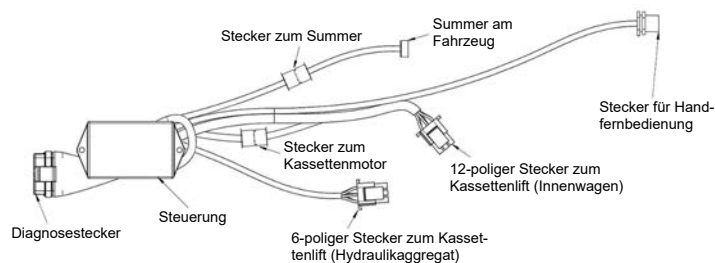
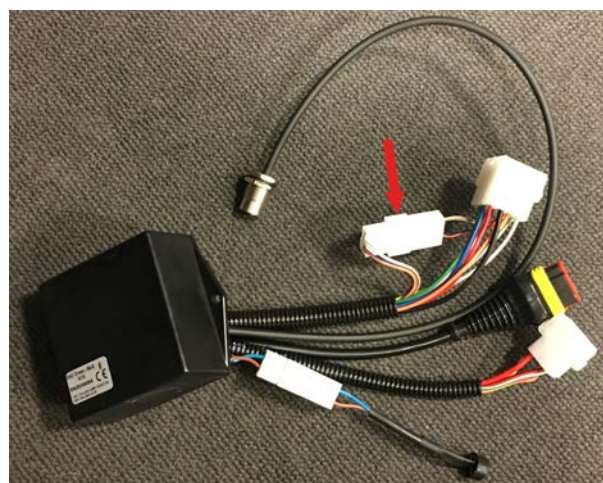

Abbildung 29: Steuerung und Anschlüsse für K70 / K90 / K90 ACTIVE (1)
Abbildung 30: Steuerung und Anschlüsse für K70 / K90 / K90 ACTIVE (2)
⇒ Trennen Sie den Stecker des Kassettenmotors von der Steuerung. Die Steuerung wird standardmäßig unter dem Beifahrersitz verbaut. Der Stecker des Kassettenmotors ist zweipolig und von der Verkabelung des zwölfpoligen Steckers abgezweigt (siehe Abbildung 29 und roter Pfeil in Abbildung 30).
- ⇒ Trennen Sie den Stecker des Kassettenmotors von der Steuerung. Die Steuerung wird standardmäßig unter dem Beifahrersitz verbaut. Der Stecker des Kassettenmotors ist zweipolig und von der Verkabelung des zwölfpoligen Steckers abzweigt (siehe Abbildung 29, Seite 47, und roter Pfeil in Abbildung 30, Seite 47).